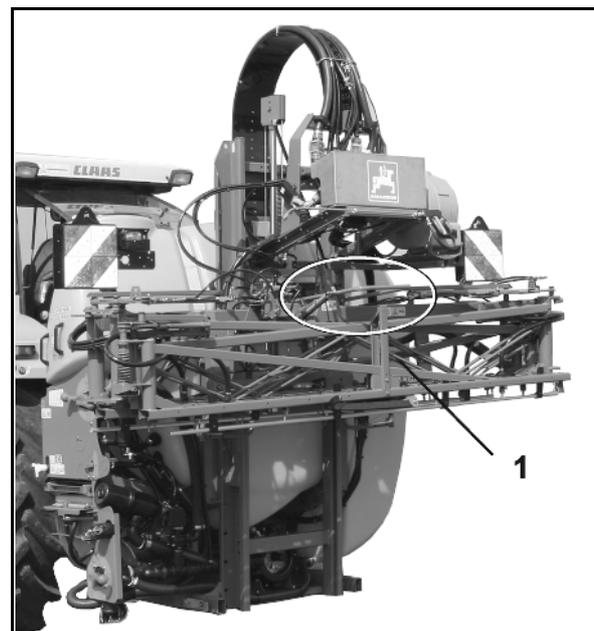

Bild 42
2. Lyft upp den infällda sprutrampen tills den automatiska transportlåsningen (Bild 42 /1) frilägger sprutrampen (vid ca 2/3 av lyfthöjden i ramtraversen).
- Bild 42 visar frigjord transportlåsning.